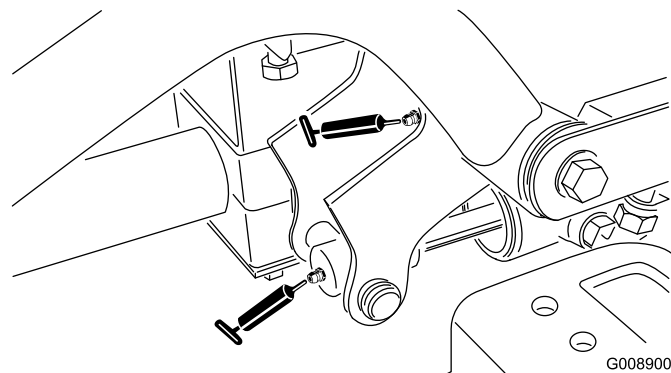

**Figura 52**
- Pivote y cilindro de elevación del brazo de elevación delantero izquierdo (2) (Figura 52)